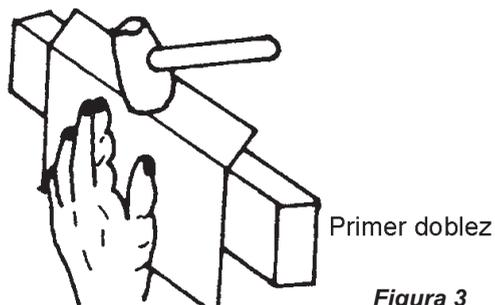

Figura 3
- Coloca la lámina sobre la barra y golpea suavemente sobre la segunda línea hasta terminar el doblado (figura 3).